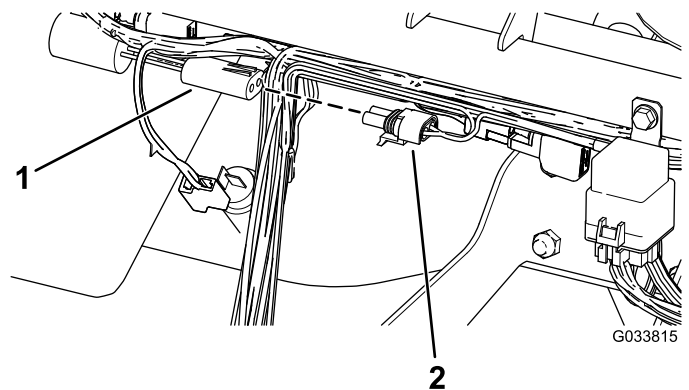

Figura 9
3. Collegare il connettore del cablaggio preassemblato contrassegnato come "timer di ritardo di un secondo" al timer di ritardo (Figura 9).